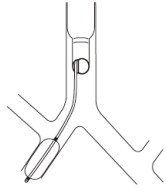

Fig.10
4. For en pasient med den øvre fliken av høyre lunge plassert veldig nær den trakeale bifurkasjonen, kan blokkering av midtre og nedre fliker av høyre lunge, i stedet for hele høyre lunge, oppnås ved å plassere blokkeringen i den mellomliggende bronkien (Fig. 10).